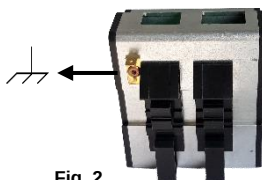

Fig. 2
- La mise à la terre sur la face arrière du EXD-U02 est obligatoire (Fig. 2).